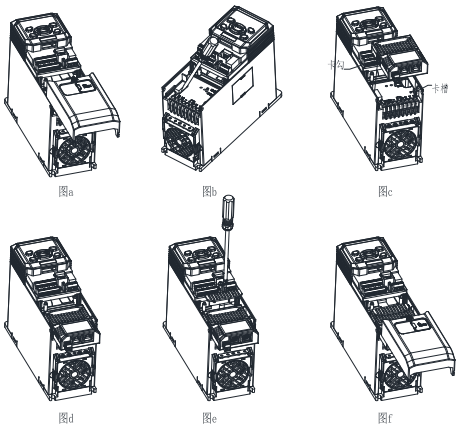

图 5 ECAT 通讯选件安装步骤图
- (1) 变频器非上电状态下，按下下盖板中上部颗粒状处，用力向下滑动，取下变频器下盖板，如图 5-a 所示。
- (2) 使用一字螺丝刀撬掉防尘盖，如图 5-b 所示。
- (3) 安装 ECAT 选件：将内装有总线卡的扩展盒朝上（指示灯朝上），对准安装位置 2 总线电气接口，水平往下按压，使得扩展盒弹压式卡口和变频器下端卡勾咬合，如图 5-c 与图 5-d 所示，再用随机附送的压片固定扩展选件并用螺钉锁紧（仅箱体 B 机型），如图 5-e 所示。
- (4) 完成总线选件组装，如图 5-f 所示。